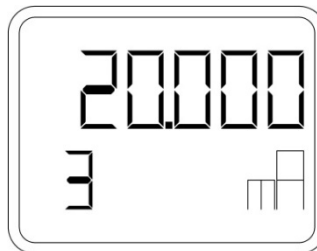

Рисунок 21 – Установка верхнего предела измерения при подаче опорного давления
- Одновременным нажатием кнопок «+» и «-» установить верхнее значение на 20 мА (рисунок 21).